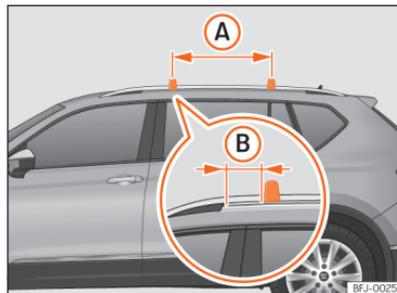

Fig. 208 Pontos de fixação das barras longitudinais para o porta-bagagens de tejadilho.
As barras transversais montam-se nas barras laterais do tejadilho. A distância entre barras transversais »» Fig. 208 (A) deverá ser entre 75 e 90 cm e a distância das barras transversais com os suportes das barras laterais do teto (B) deverá ser de 15 cm.